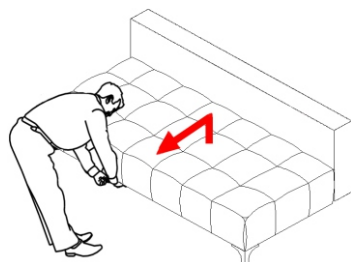

Рис. 3
- ☞ Возьмитесь за низ сиденья, приподнимите, и приложив усилие, переместите его вперед на себя до упора (рисунок 3).